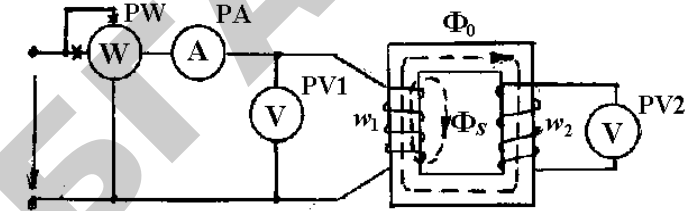

Рис. 6.1
6.3.1. Для определения параметров элементов схемы замещения катушки с ферромагнитным сердечником собрана цепь по схеме рис. 6.1.